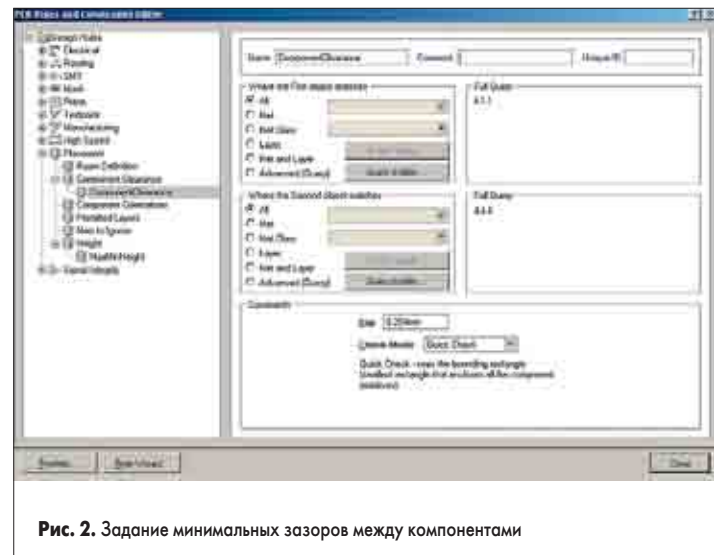

Рис. 2. Задание минимальных зазоров между компонентами
2. Выполним щелчок левой кнопкой мыши на правиле Component Clearance. В правой части окна откроется описание данного правила (рис. 2).
Далее следует указать область действия данного правила. Областью действия называется подмножество объектов на печатной плате, на которое распространяется данное правило. По способу задания области действия правила делятся на унарные и бинарные. Примером унарного правила может служить рассмотренное нами ранее ограничение на ширину проводника. При описании бинарного правила указываются два подмножества объектов, поэтому в нашем случае (рис. 2) область действия описывается как «между всеми компонентами и всеми компонентами». На первый взгляд такая система выглядит излишне запутанной, но она позволяет указать редактору печатных плат четкие логические критерии верификации процесса проектирования. Не будем изменять эти настройки.